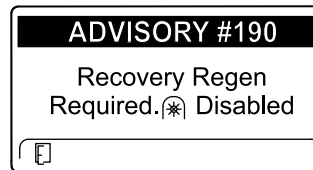

Рисунок 53
- Требуется восстановительная регенерация — вал отбора мощности выключен, ИНФОРМАЦИОННОЕ СООБЩЕНИЕ № 190 (Рисунок 53)